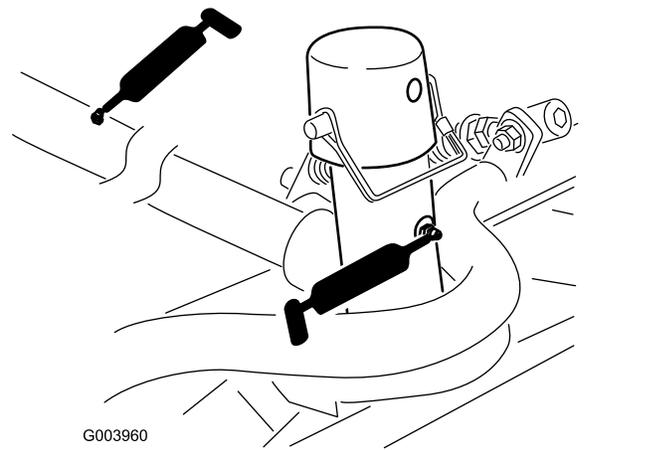

Figura 76
- Telaio portante e perno dell'apparato di taglio (2 cad.) (Figura 76)